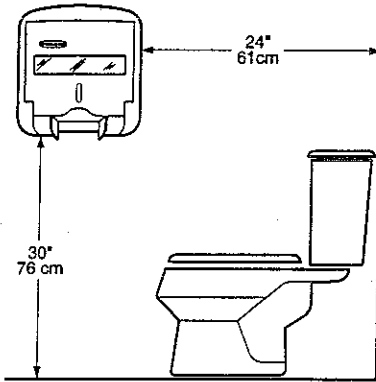
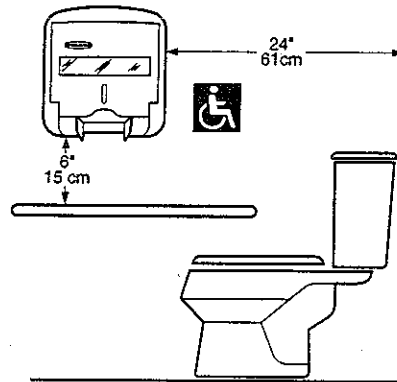

Figure 1
Figure 2
1. Placez la boîte distributrice sur la paroi du compartiment tel qu'illustré à la Figure 1. Dans un compartiment pour personnes handicapées, placez la boîte tel qu'illustré à la Figure 2.